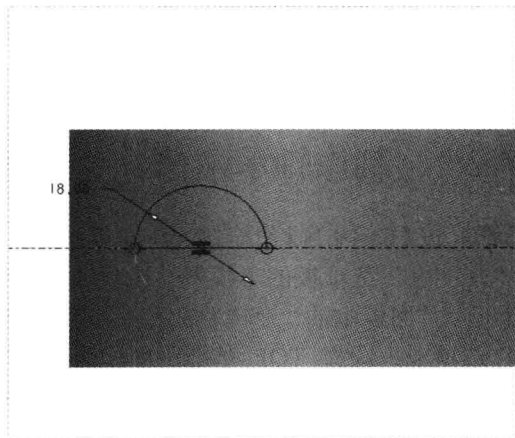

图 17-23 绘制截面
Step 07 在“功能区”选项板的“模型”选项卡中，单击“形状”面板中的“旋转”按钮☞，弹出“旋转”选项卡，选择 TOP 基准平面作为草绘平面，进入草绘环境；单击“草绘”选项卡中的相应按钮，绘制截面，如图 17-23 所示。